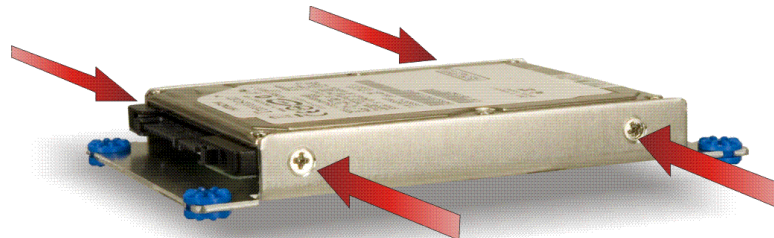

Abbildung 4-5: HDD Halteschrauben
Schritt 4: Befestigen Sie die Festplatte im Festplattenrahmen. Richten Sie dazu die Schraublöcher in der Festplatte und im Rahmen aufeinander aus. Setzen Sie die Schrauben ein und ziehen Sie sie fest. (**Abbildung 4-5**)